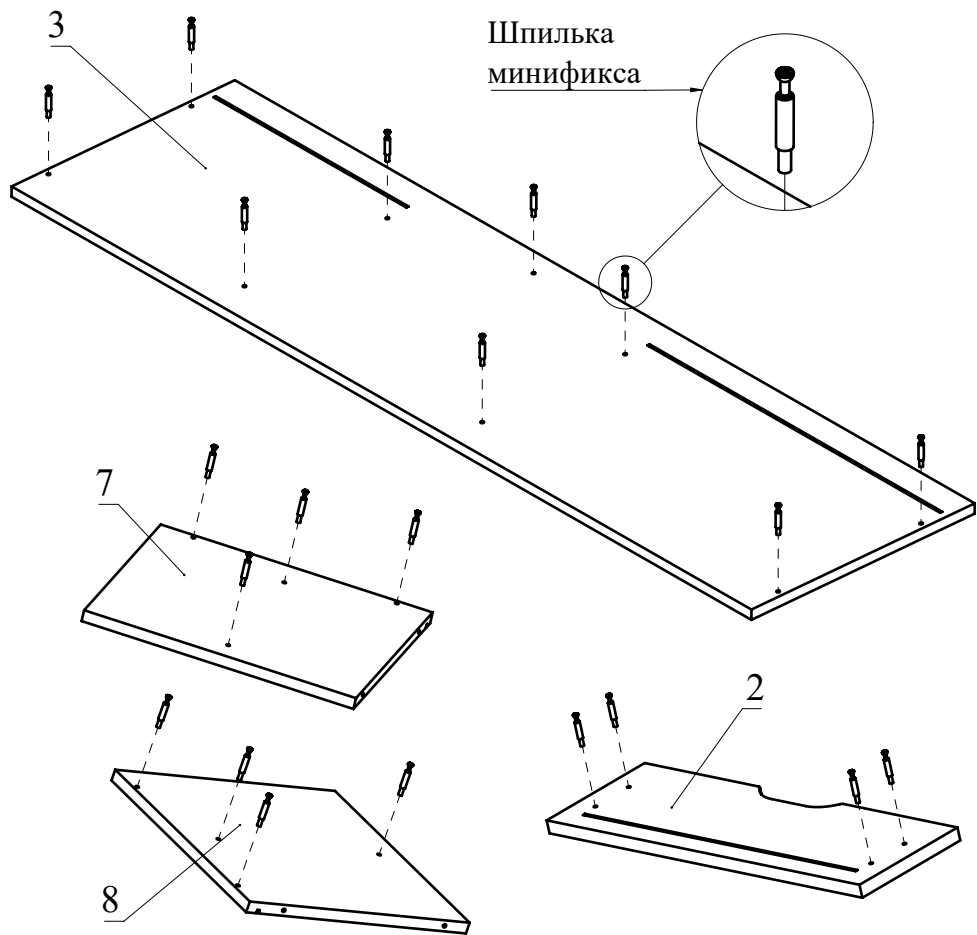

Рис.1
1. Вкрутите шпильки минификсов в детали 2, 3, 7, 8 (Рис. 1).